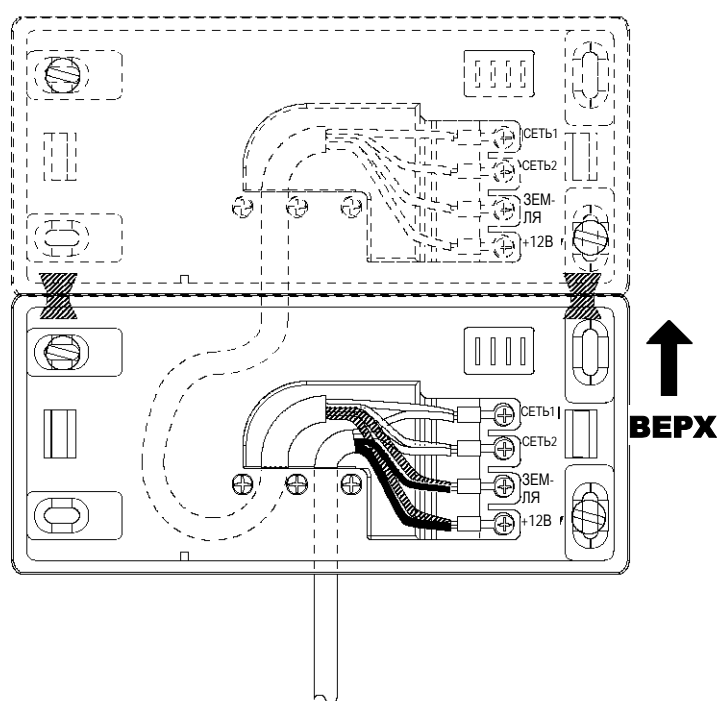

Рисунок 10. Прокладка кабелей снизу коробки
7. Скрутить оконечные муфты кабелей, идущих от стены, и кабелей-удлинителей и прикрепить их к кабельным обжимам (см. Рис. 10).
8. Прикрепить кабельный обжим к контактам в направлении, показанном на Рис.10.